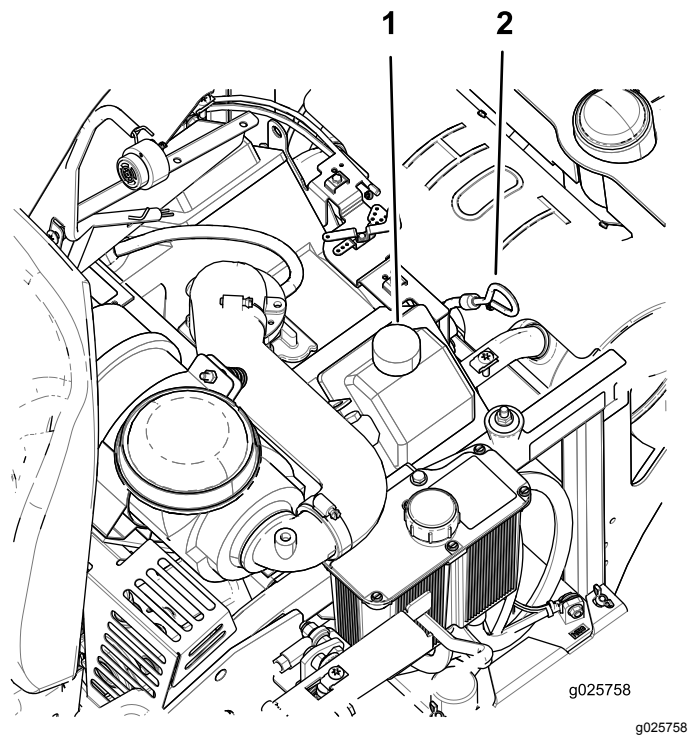

Figura 40
4. Per evitare morchia, residui d'erba, ecc. nel motore, pulite l'area attorno al tappo e all'asta di livello dell'olio prima della rimozione (Figura 40).
8. Se il livello dell'olio è basso, pulite l'area attorno al coperchio di riempimento olio, rimuovetelo e riempite fino al simbolo **full** sull'asta di livello (Figura 40).
4. Versate lentamente circa l'80% dell'olio indicato nel tubo di rifornimento e sempre con cautela rabboccate l'olio necessario per portarlo alla tacca di **Full (pieno)** sull'asta di livello (Figura 40).
5. Avviate il motore e guidate verso una zona pianeggiante: Controllate nuovamente il livello dell'olio (Figura 40).